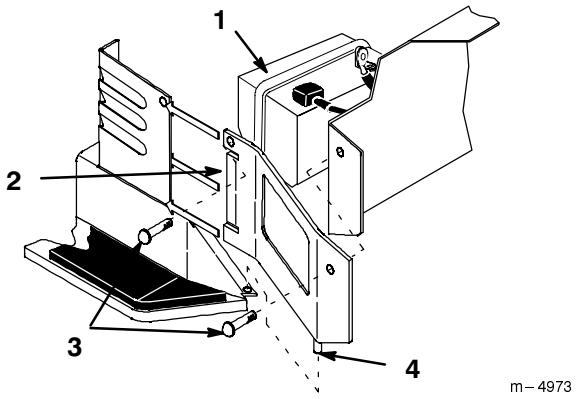

Figure 37
3. Déposez les panneaux latéraux pour faciliter la dépose de la batterie (Fig. 37). Enlevez les vis et soulevez le panneau pour dégager l'ergot, puis sortez les languettes de la tour de direction.
1. Placez la batterie dans la machine (Fig. 37).
5. Reposez les panneaux latéraux en insérant les languettes dans la tour de direction et l'ergot dans la bride du repose-pied. Fixez l'ensemble avec les vis (Fig. 37).